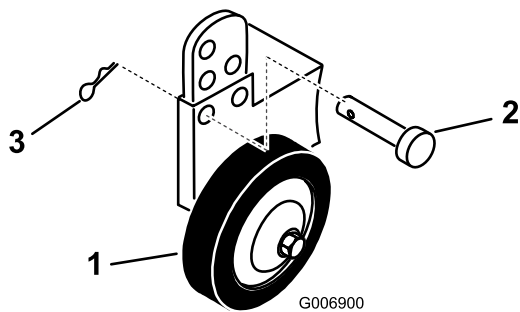

Figura 8
- A. Togliete la coppia a forchiera e il perno per utilizzare un foro diverso (Figura 8).
B. Scegliete una posizione del foro in modo che la ruota limitatrice si trovi a 10 mm dal terreno per consentire l'utilizzo dell'altezza di taglio (Figura 8).